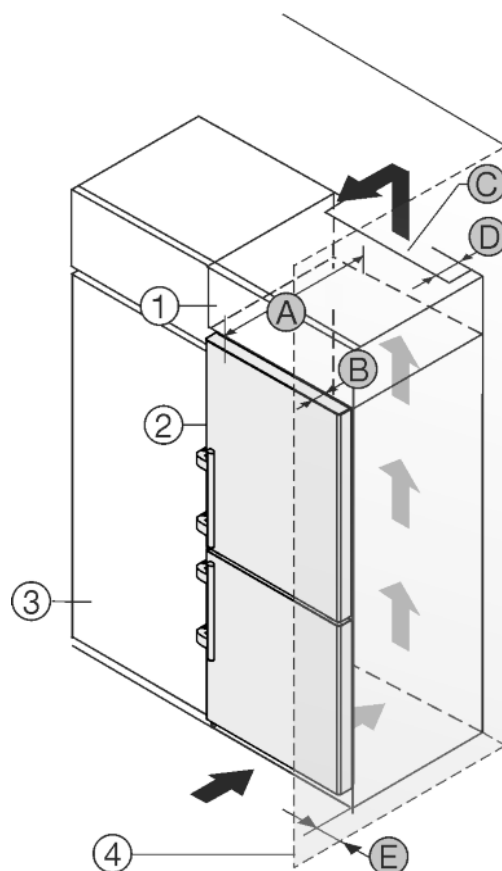

Fig. 25
Устройство может быть окружено кухонными шкафами. Чтобы уравнивать устройство *Fig. 25 (2)* по высоте с кухонной стенкой, можно установить над устройством дополнительный шкафчик *Fig. 25 (1)*.
Установить устройство можно непосредственно рядом с кухонным шкафом *Fig. 25 (3)*. Чтобы можно было полностью открыть двери, устройство должно выступать на глубину *Fig. 25 (B)* относительно передней стенки кухонного шкафа. В зависимости от глубины кухонных шкафов и использования пристенных распорок устройство может выступать и больше.
- На задней стенке дополнительного шкафчика должен быть вентиляционный канал с глубиной *Fig. 25 (D)* по всей ширине этого шкафа.
- Нужно соблюдать вентиляционное отверстие *Fig. 25 (C)* под нижней панелью.
Если устройство установлено на шарнирах у стены *Fig. 25 (4)*, то нужно соблюдать расстояние *Fig. 25 (E)* между устройством и стеной. Настолько выступает ручка при открытой дверице.